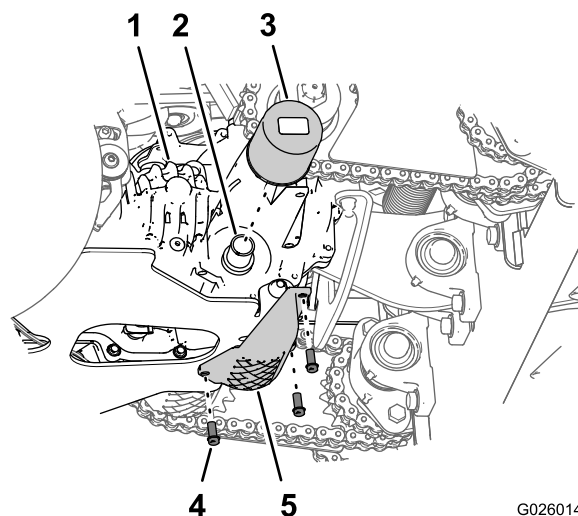

Figure 63
3. Retirez les 3 boulons à embase (1/4 x 3/4 po) qui fixent la protection du filtre à la transmission, et déposez la protection (Figure 63).
4. Nettoyez la surface autour du filtre de transmission (Figure 63).
6. Tournez le filtre dans le sens antihoraire et déposez-le (Figure 63).
8. Posez le filtre en le tournant dans le sens horaire sur l'adaptateur jusqu'à ce que le joint rejoigne la base de l'adaptateur, puis serrez encore le filtre de 3/4 à 1 tour (Figure 63).
9. Montez la protection du filtre au moyen des 3 boulons à embase (1/4 x 3/4 po) que vous avez retirés à l'opération 3 (Figure 63); serrez les boulons à un couple de 1 117 à 1 243 N-cm (90 à 110 lb-po).